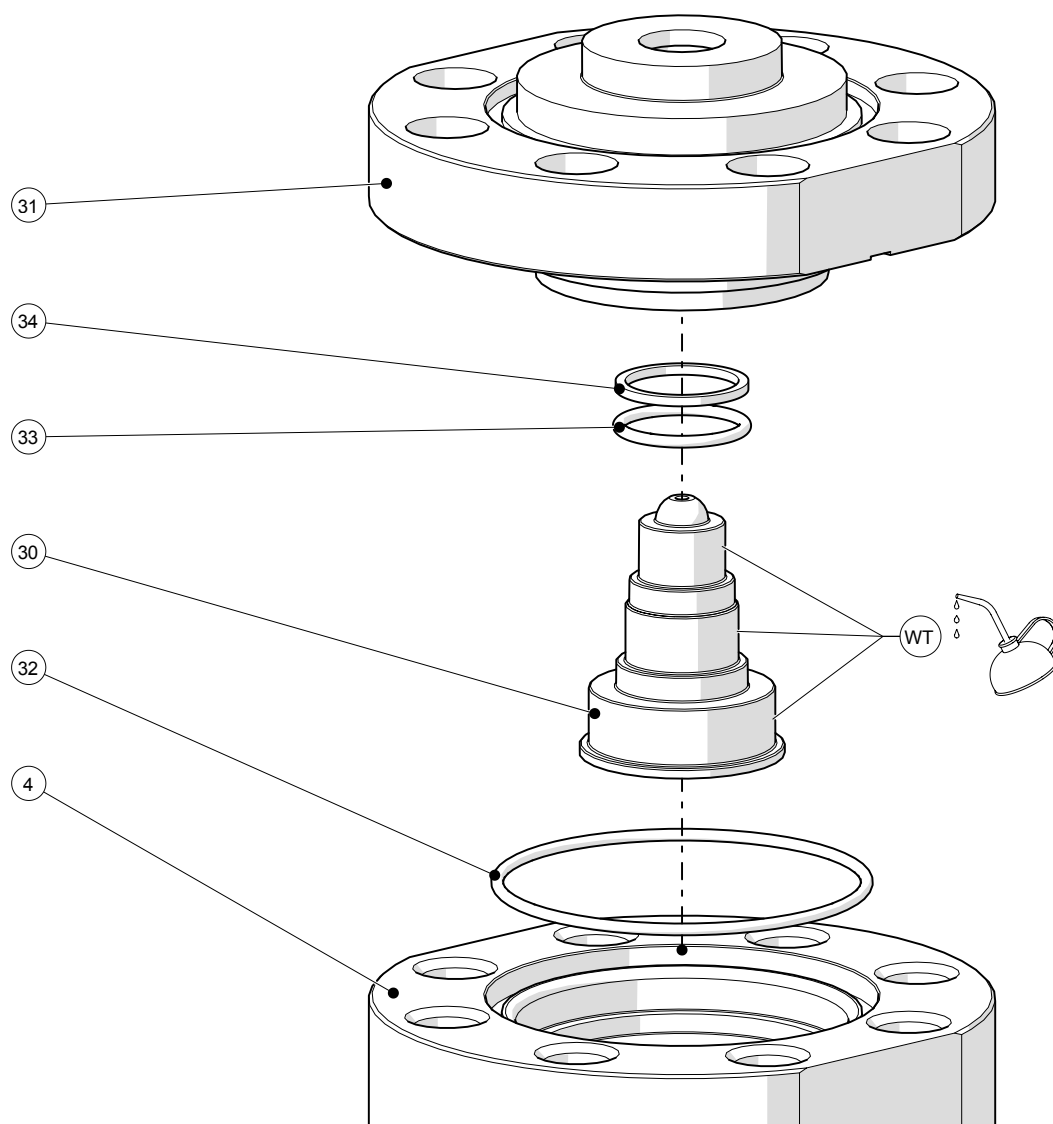

Figure 17
Voir la figure 17.
1. Lubrifiez légèrement les premiers crans d'étanchéité du piston (30).
2. Montez le joint torique (33) et la bague support (34) sur le piston (30). Assurez-vous que ces composants sont montés dans le bon ordre, comme indiqué sur la figure 17.
3. Introduisez le piston (30) dans la plaque (31).
4. Installez le joint torique (32) dans le corps (4), puis montez la plaque (31) sur le corps (4) en alignant les méplats des deux composants.